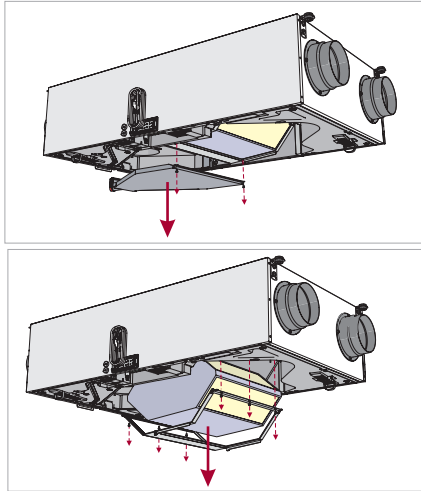
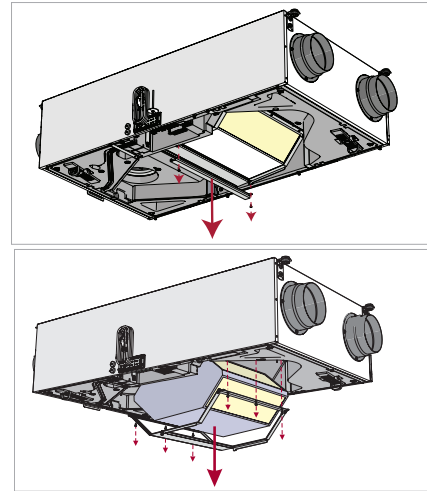
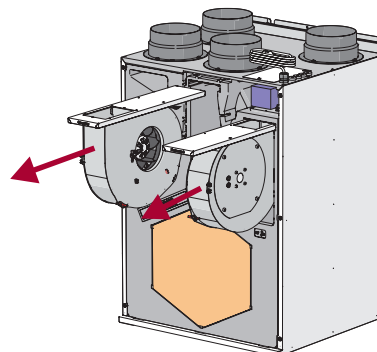

Afbeelding 6.5.1 Smarty 2X P
Afbeelding 6.5.2 Smarty 2X P E
Afbeelding 6.6.8 Smarty 3X P / 4X P
OPMERKING. Voordat u de stappen in Afbeelding 6.5.1 / Afbeelding 6.5.2, uitvoert, moeten de stappen in Afbeelding 6.3.1 worden uitgevoerd.
OPMERKING. Voordat u de stappen in Afbeelding 6.6.7, uitvoert, moeten de stappen in Afbeelding 6.3.1 (1-3) en Afbeelding 6.5.1 (1-4) / Afbeelding 6.5.2 (1-2) worden uitgevoerd.
OPMERKING. Voordat u de stappen in Afbeelding 6.6.8, uitvoert, moeten de stappen in Afbeelding 6.3.2 en Afbeelding 6.5.4 (1-3) worden uitgevoerd.
- Bij het verwijderen van de demper moeten de stappen in Afbeelding 6.3.1 (1-3), Afbeelding 6.5.1 of Afbeelding 6.5.2 (1-3), Afbeelding 6.6.7 (1-3) worden uitgevoerd voor Smarty 2X P, en stappen in Afbeelding 6.3.2, Afbeelding 6.5.3 of Afbeelding 6.5.4 (1-3), Afbeelding 6.6.8 (1-2) voor Smarty 3-4X P.